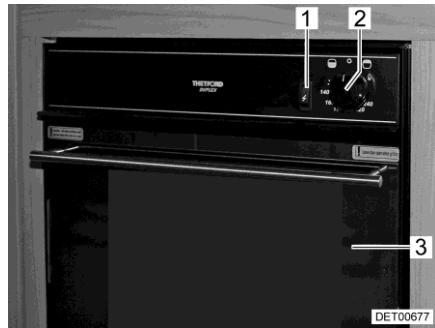
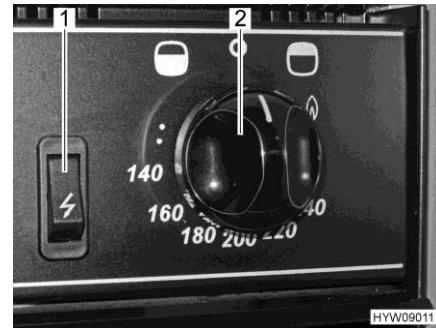

Fig. 139 Forno a gas con grill
Fig. 140 Elementi di comando (forno a gas con grill)
- Aprire completamente lo sportello del forno (Fig. 139,3).
- Premere il pomello girevole (Fig. 139,2 e Fig. 140,2) e ruotarlo in senso antiorario fino a raggiungere la posizione massima consentita (in direzione del simbolo del forno "O").
- Premere il pomello girevole (Fig. 139,2 e Fig. 140,2) e tenerlo premuto per 5-10 secondi. Il gas fluisce verso il bruciatore.
- Premere l'interruttore di accensione (Fig. 139,1 e Fig. 140,1) finché la fiamma brucia.
- Premere il pomello girevole (Fig. 139,2 e Fig. 140,2) e ruotarlo in senso orario (in direzione del simbolo del grill "O" e posizionarlo sul simbolo della fiamma).
- Ruotare il pomello girevole (Fig. 139,2 e Fig. 140,2) su "O". La fiamma si spegne.